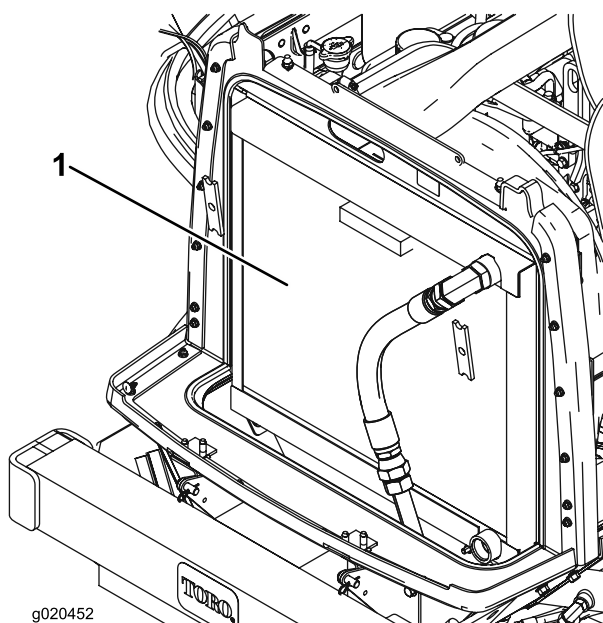

Figura 66
2. Limpe ambos os lados do radiador/refrigerador (Figura 66) com ar comprimido. Comece do lado da ventoinha e sopre os detritos para trás. Depois, limpe a partir da parte posterior e sopre na direcção da parte frontal. Repita o procedimento várias vezes até remover toda a sujidade e detritos.